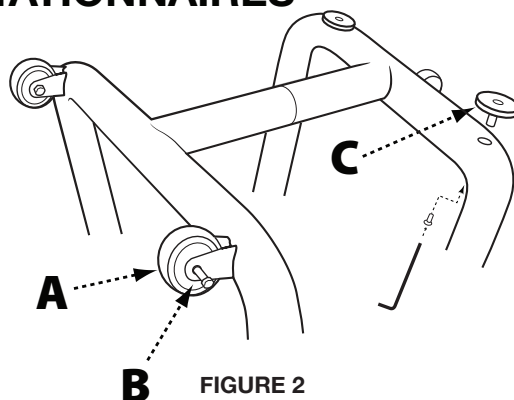
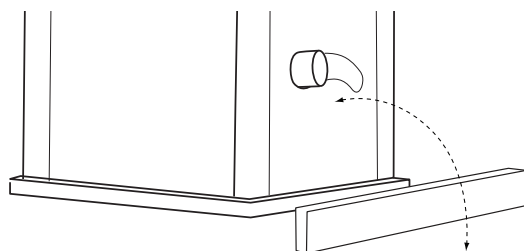

FIGURE 2
FIGURE 3
1. Fixez les deux roulettes intégrées (A) sur les deux pieds gauches, à l'opposé de la roulette pivotante, à l'aide de la goupille axiale M8 X 53 mm comme sur la Figure 2.
2. Vissez les pieds réglables (C) dans les inserts filetés dans le pied droit, à côté de la roulette pivotante.
3. Placez une plaque métallique de 2x4 à l'arrière de la scie, comme indiqué sur la Figure 3, pour éviter d'endommager le capteur à poussière lors du redressement de la scie.
5. Les deux pieds réglables (C) peuvent être relevés et abaissés en les faisant tourner. Les pieds peuvent être réglés pour mettre la scie à niveau et verrouillés à la hauteur requise avec les boutons de blocage déjà montés dans le piétement, à l'aide d'une clé hex. Allen de 6 mm. Voir Figure 2.